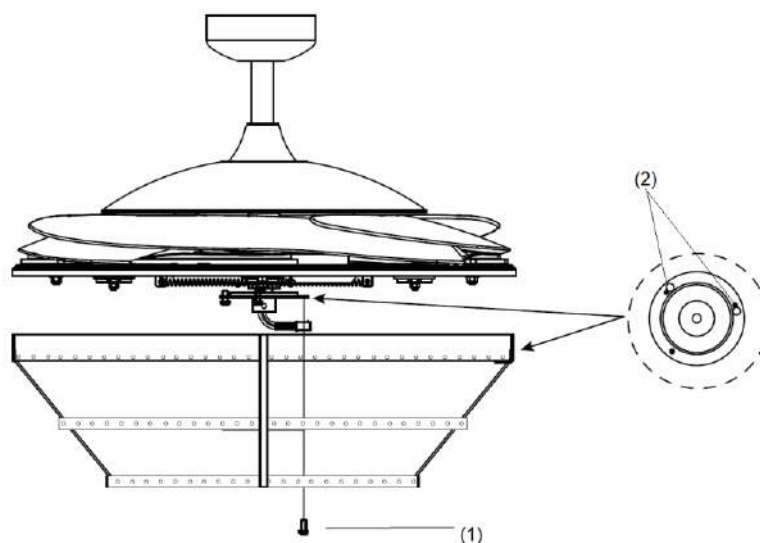

Fig. 7
#### INSTALACIÓN DEL KIT DE ILUMINACIÓN (Fig. 7 y 8)
1. Afloje el tornillo (1) del soporte del ventilador. Ponga en línea las dos ranuras de los tornillos con las ranuras del bocallave (2) del kit de iluminación. (Fig. 7)
2. Gire el kit de iluminación en sentido antihorario hasta que los tornillos de cabeza ranurada queden firmes en el extremo de las ranuras (2).
3. Fije el tornillo (1) al soporte del juego de luces. Apriete los tres tornillos. No los apriete en exceso.